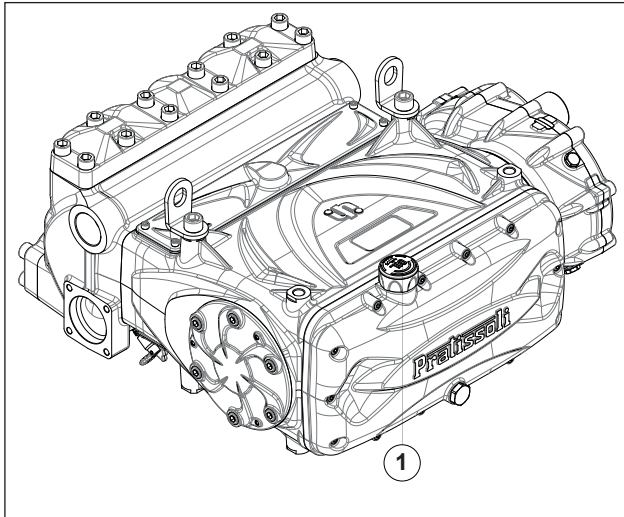

Fig. 10
5. O óleo no cárter da bomba esteja no nível, verificando-o com a vareta adequada (pos. ①, Fig. 10).